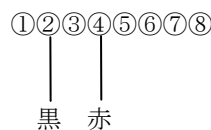

図2 発信器接続端子位置
- 5) 発信器の伝送線を端子台の色に合わせて接続します。<図2参照>